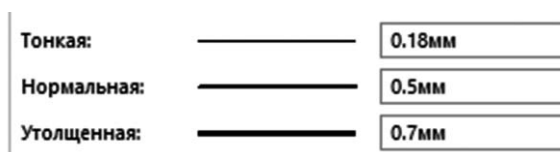

Рис. 1.16
- в группе «**Настройки печати толщины линии**» в параметре «**Нормальная**» выставляем 0.5 мм, в параметре «**Утолщенная**» выставляем 0.7 мм (рис. 1.16).